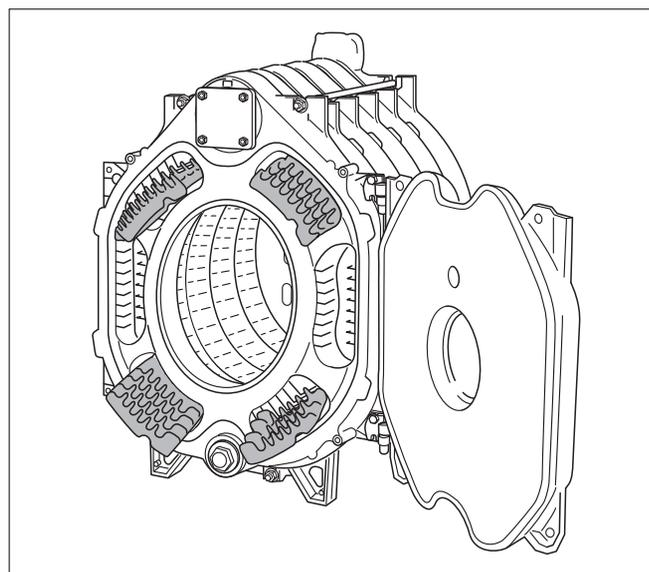

Рис. 27 Направляющие пластины дымовых газов
- ▶ Выньте из ящика направляющие пластины дымовых газов и уложите их в газоотводящие каналы в соответствии с **маркировкой** ( $\rightarrow$  рис. 27 и следующая таблица).